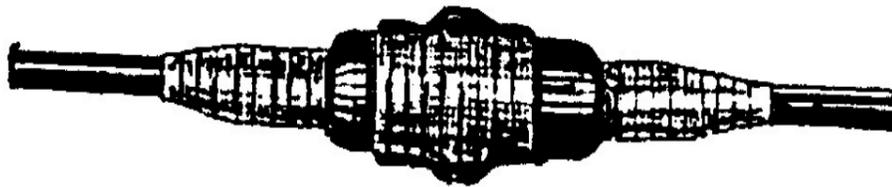

Рисунок 4.17
4.5.8 Намотанная лента ПВХ должна перекрывать участки с намотанной лентой ЛГ-2 (рисунок 4.17).